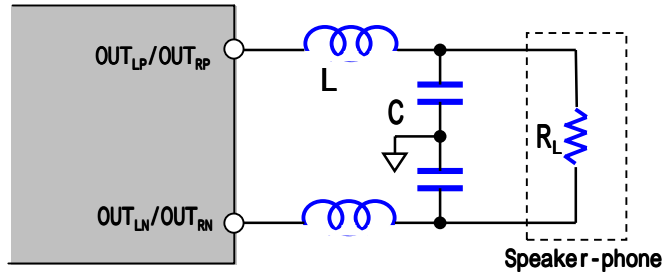

図 2. BTL 接続例
BTL (Bridge-Tied-Load) 接続の接続例を図 2 に示します。非反転信号出力端子 (OUT_{LP}/OUT_{RP}) と反転信号出力端子 (OUT_{LN}/OUT_{RN}) 出力を負荷の両端に接続します。
NJU8755 の出力はキャリア周波数が約 350kHz の PWM 信号です。負荷に供給される可聴帯域外の高周波成分を抑制するため出力フィルタとして 2 次以上の LC 型 LPF (Low-Pass-Filter) を使用します。フィルタを構成するコイル (インダクタンス: L[H]) と容量 (キャパシタンス: C[F]) の値は負荷インピーダンスに依存し、図 2 の 2 次フィルタでは式 (3) ~ (4) により算出します。通常、カット周波数: F_{CL} [Hz] として、25 ~ 50kHz、Q 値 (カット周波数近傍の特性) として 1/2 を使用して算出後、系列近傍の部品を選択します。例えば、カット周波数を 30kHz 辺りとした場合、8 負荷では 22uH/1.0uF が、4 負荷では 15uH/2.2uF が選択されます。